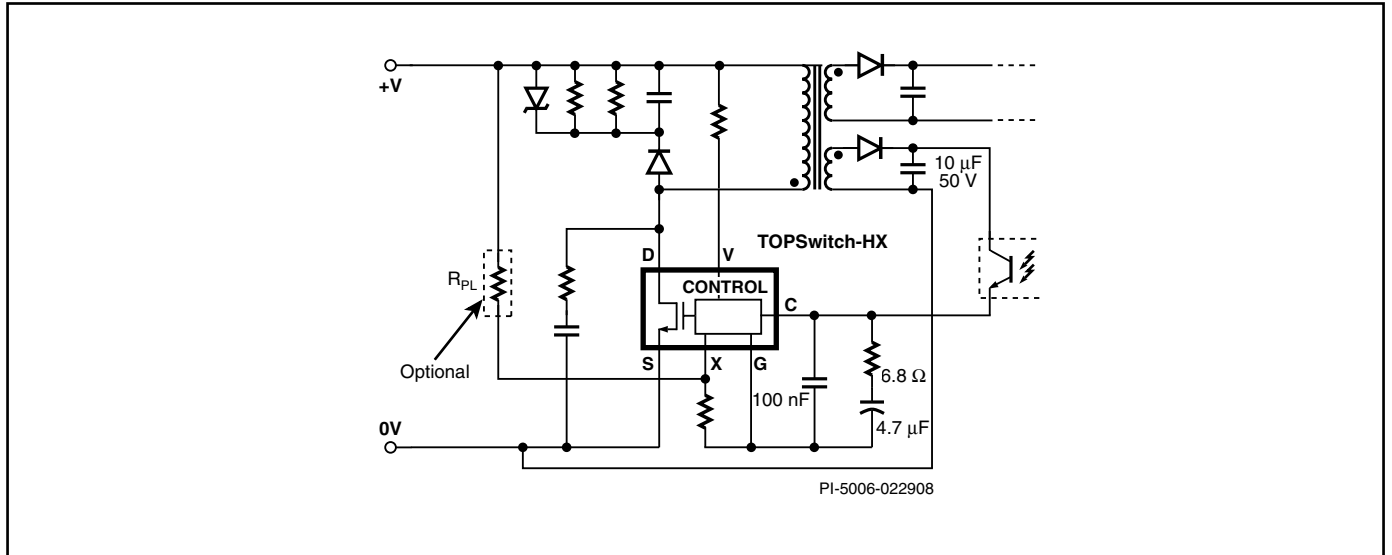

图 22. 使用TOP259YN-TOP261YN、带G引脚的推荐电路配置
- 对于高输出电压设计 (> 12 V)，建议使用软结束电路。这样可以确保在低电压下以满载效率启动。在图22中，R23、D6和C19说明了软结束电路的实施情况。